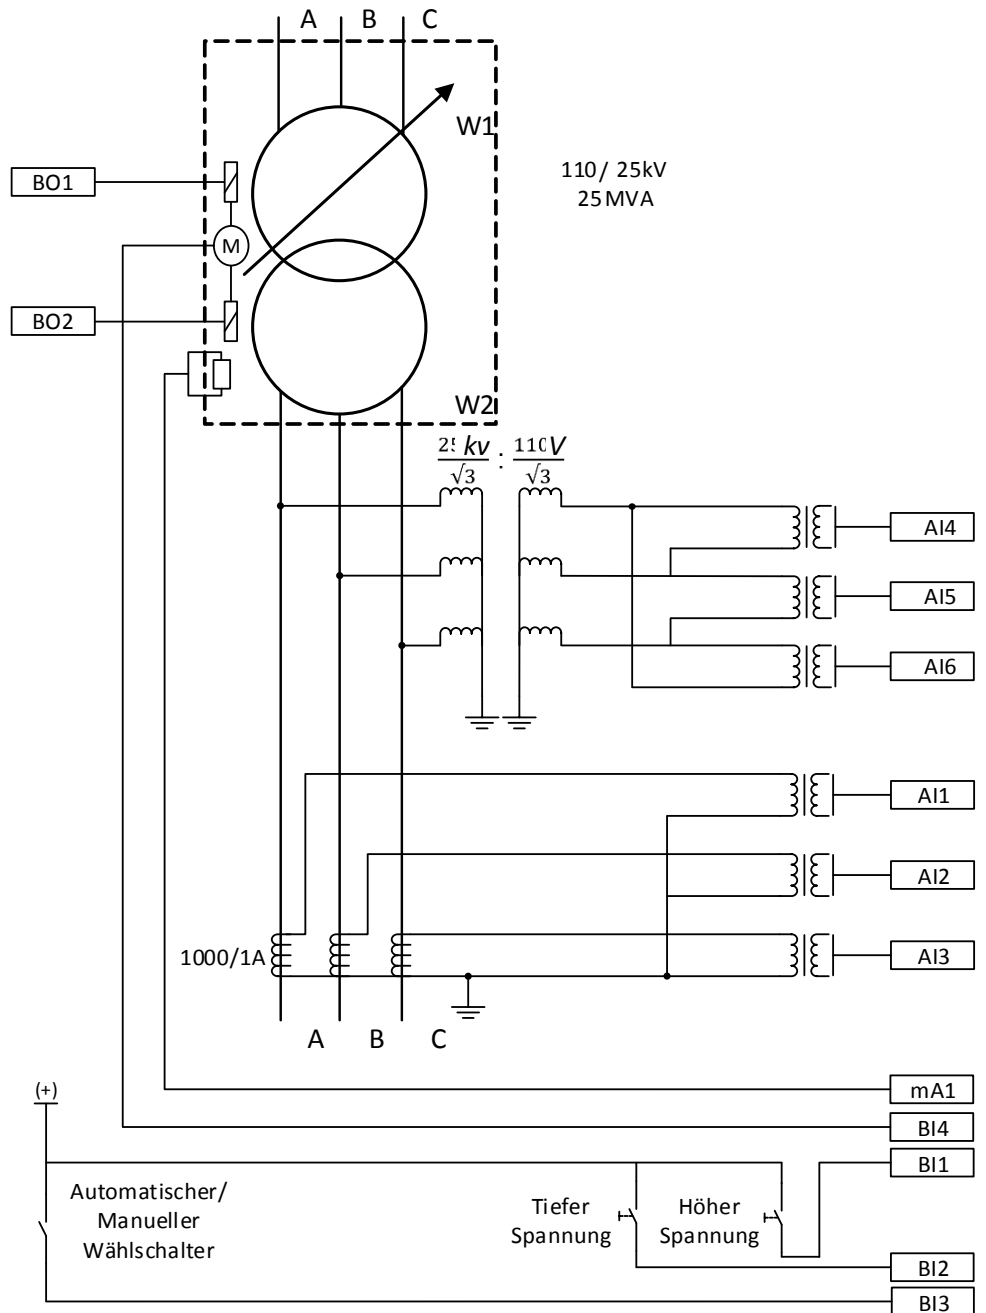

Abb. 19: Relais 1-Schnittstellen und CT/VT-Anschlüsse für TR1 in Beispielfall 1
Abbildung 19 zeigt die Anschlussdetails der Analogeingänge (AI), die Binäreingänge (BI), Milli-Amplitudeneingänge (mA) und die Binärausgänge (BO) für Beispielfall 1.